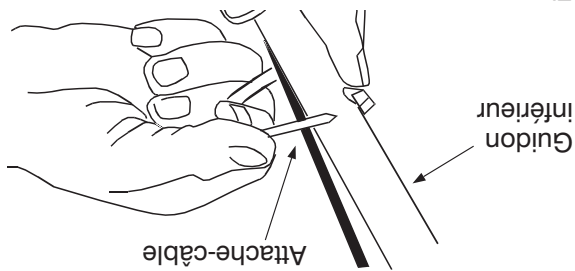

Figure 5
- Enfoncez l'embout de l'attache de câble dans les trous aménagés dans la partie intérieure du guidon. Les trous peuvent être sur l'intérieur ou l'extérieur du guidon. Voir la Figure 5.